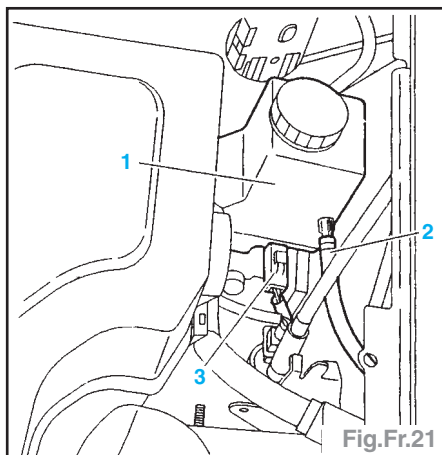
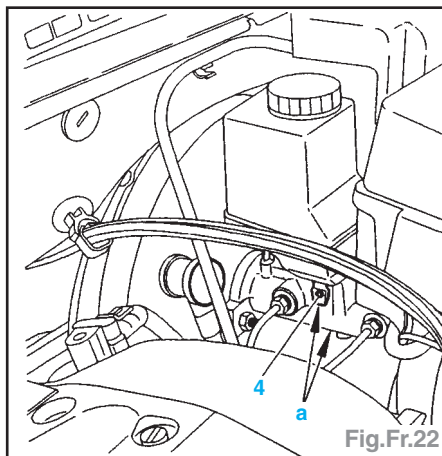

Fig.Fr.21
Fig.Fr.22
- Vidanger le réservoir de liquide de frein (1) au maximum (si nécessaire, utiliser une seringue propre) (Fig.Fr.21).
- Déconnecter le connecteur (3).
- Désaccoupler le tuyau (2).
- Déposer le réservoir (1), en écartant les ergots «a» de l'axe (4) (Fig.Fr.22).
- Vider le réservoir de liquide de frein (1).